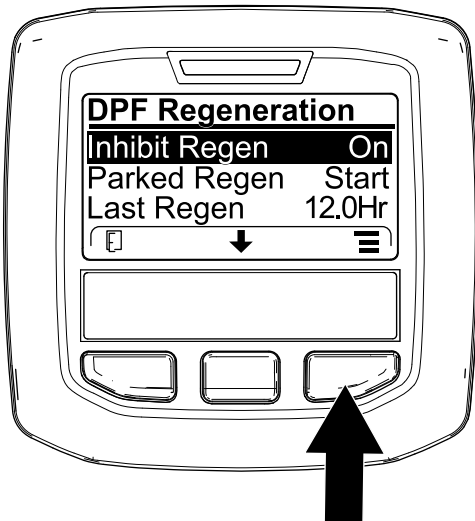
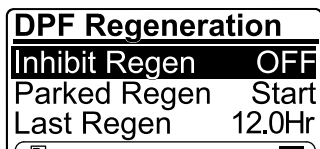

Figura 66
Figura 67
1. Accesezi meniul DPF Regeneration (Regenerare DPF), apăsai butonul central pentru a derula în jos la opțiunea INHIBIT REGEN (Inhibare regenerare) și apăsai butonul din dreapta pentru a selecta accesarea Inhibit Regen (Inhibare regenerare) (Figura 66).
2. Apăsai butonul din dreapta pentru a schimba setarea de inhibare a regenerării de la Pornire la Oprire (Figura 66) sau de la Oprire la Pornire (Figura 67).